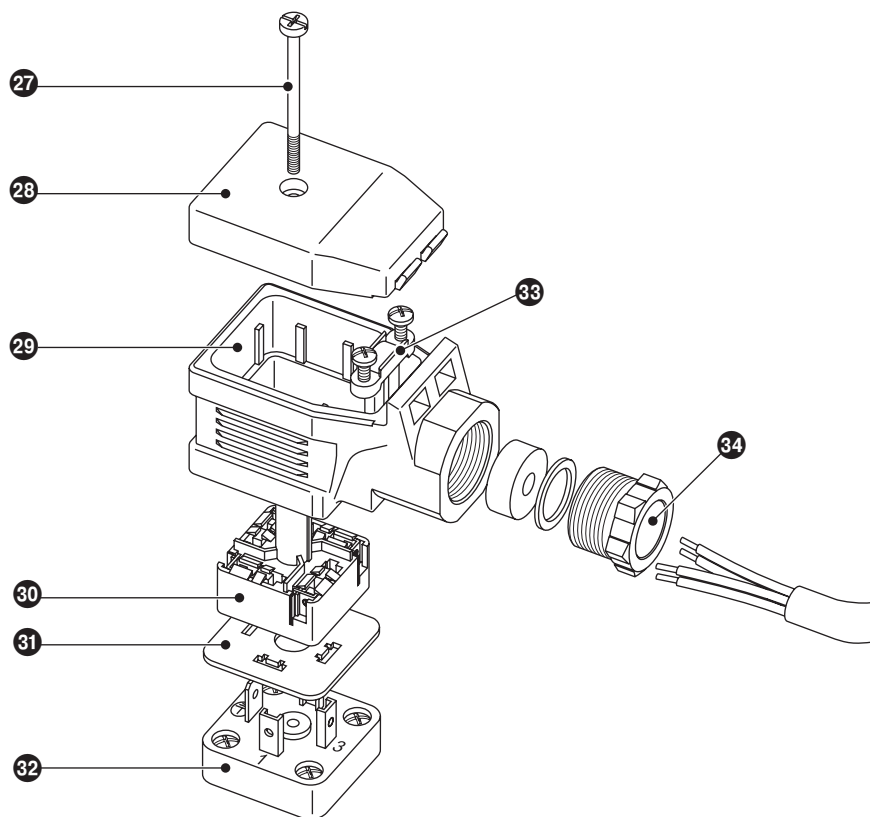

Fig. 22
1. Løsn skruen 27. **Fig. 22**
1. Løsn skruen ⑳. **Fig. 22**